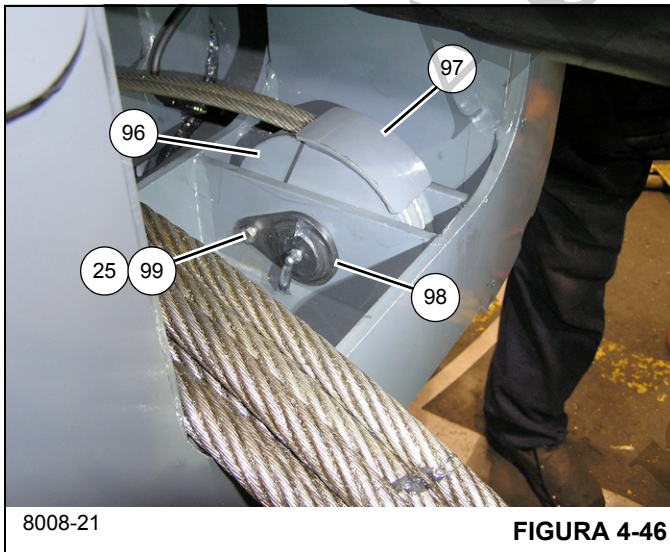

FIGURA 4-46
74. Instale o conjunto soldado da proteção da polia (97) sobre a parte superior dos dois cabos de retração do telescópio 3 (65), a seguir fixe o conjunto soldado da proteção da polia (97) e o conjunto da polia (96) no lugar usando o conjunto soldado do eixo (98), parafuso (99) e arruela de pressão (25) (lados esquerdo e direito) (consulte Figura 4-46).